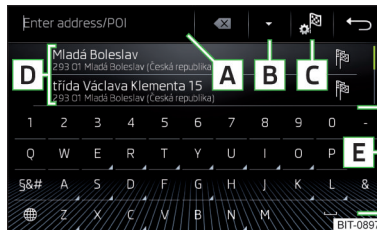
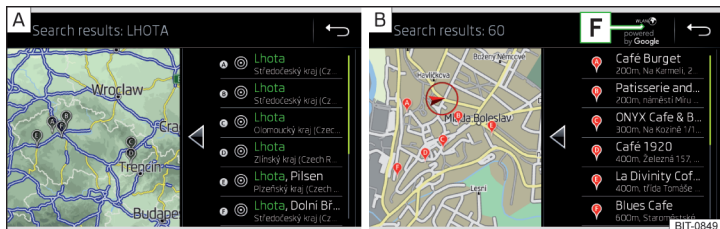

Fig. 184
Fig. 185 Lista destinațiilor căutate: în datele de navigație/online
**Suprafețe de comandă funcții** » fig. 184 și » fig. 185
În zona **D** » fig. 184, se afișează o listă a destinațiilor căutate.
- ▶ **sau:** Atingeți suprafața de comandă funcții **B** » fig. 184.
- 📍 Destinații căutate în datele de navigație » fig. 185 - **A**.
- 📍 Destinații căutate online » fig. 185 - **B**.
În meniul pentru căutarea destinației, în zona **D** » fig. 184 la pagina 152, se afișează o listă scurtă cuprinzând ultimele destinații.